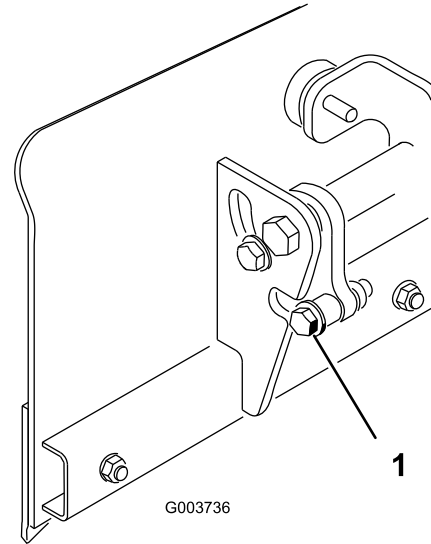

図 4
2. ブレードの左右にある後ストップボルト、ワッシャ、スペーサを外す 図 4。外した部品は後のために保管しておく。